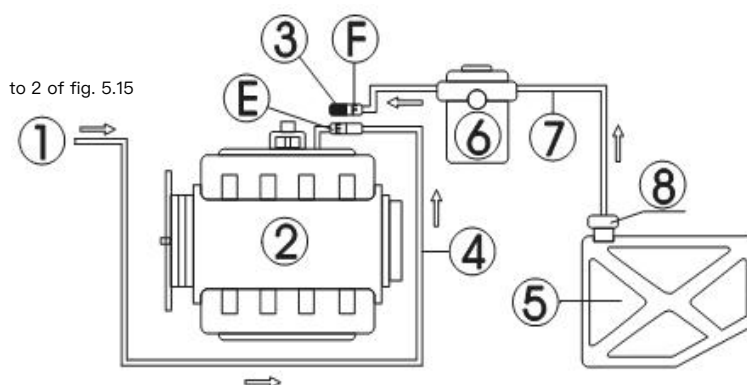

Рисунок 5.18 — Подключение магистралей (вариант 2)
- 1) Отсоедините топливоподающие шланги (E, F) топливной системы двигателя, (при отсоединении топливных соединений накройте их полотенцем). Выберите подходящий переходник, подключите его к концу E, затем соедините его с топливным шлангом устройства. Обратный топливный шланг подвесьте. См. рисунок 5.18.
- 2) Заглушите другой отсоединённый конец (F) с помощью заглушки, (только для топливных насосов с функцией обратной подачи топлива), или извлеките предохранитель топливного насоса,